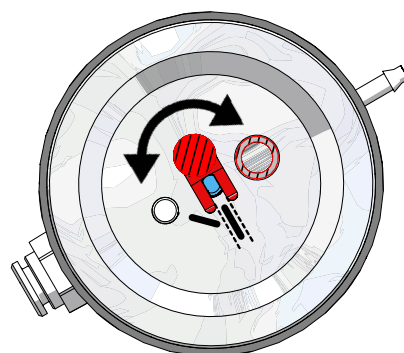

图 13
- ⇒ 定量喷嘴必须用25 - 70 μm 砂罐来调整（图13）！